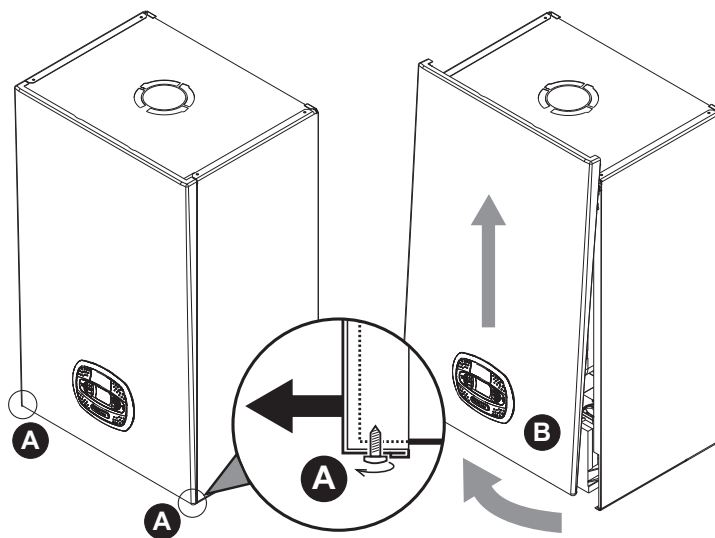

fig. 32- Apertura del panel frontal
1. Desenrosque parcialmente los tornillos **A** (fig. 32).